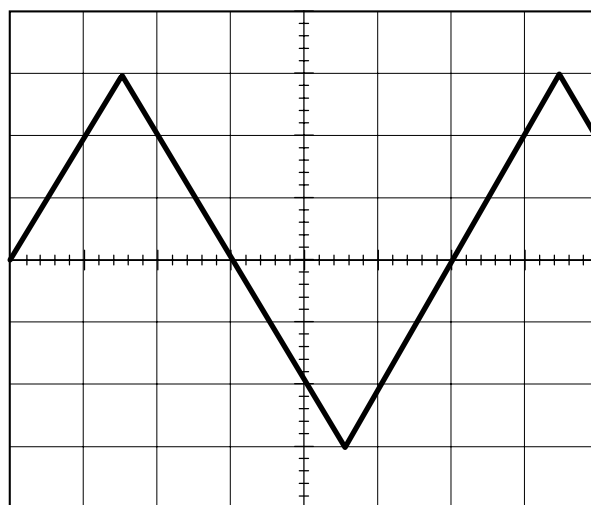

Fig. 1.40.
**P 1.14.** Forma de undă a unei tensiuni, așa cum apare ea pe ecranul unui osciloscop, este cea din Fig. 1.40. Comutatoarele osciloscopului sunt pe pozițiile 0.2 V/div și 5 ms/div iar linia de zero a fost reglată în prealabil să coincidă cu axa orizontală de la mijlocul ecranului. Determinați: